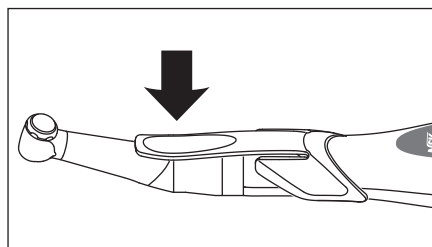

Fig. 8
- 3) Appuyez sur le bouton POWER pendant plus de deux secondes pour allumer l'alimentation, appuyez sur la partie indiquée par la flèche sur la Fig. 8 et confirmez que la pièce à main moteur tourne correctement.